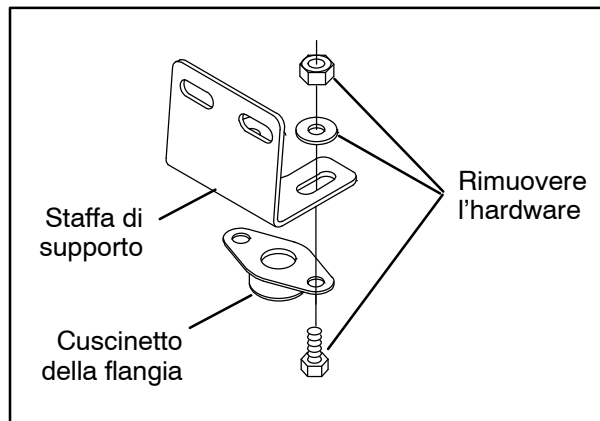

FIG. 30
29. Rimuovere il cuscinetto della flangia dalla staffa di supporto del cuscinetto. Mettere da parte il cuscinetto della flangia e l'hardware. Eliminare la staffa di supporto del cuscinetto. (Fig. 30)